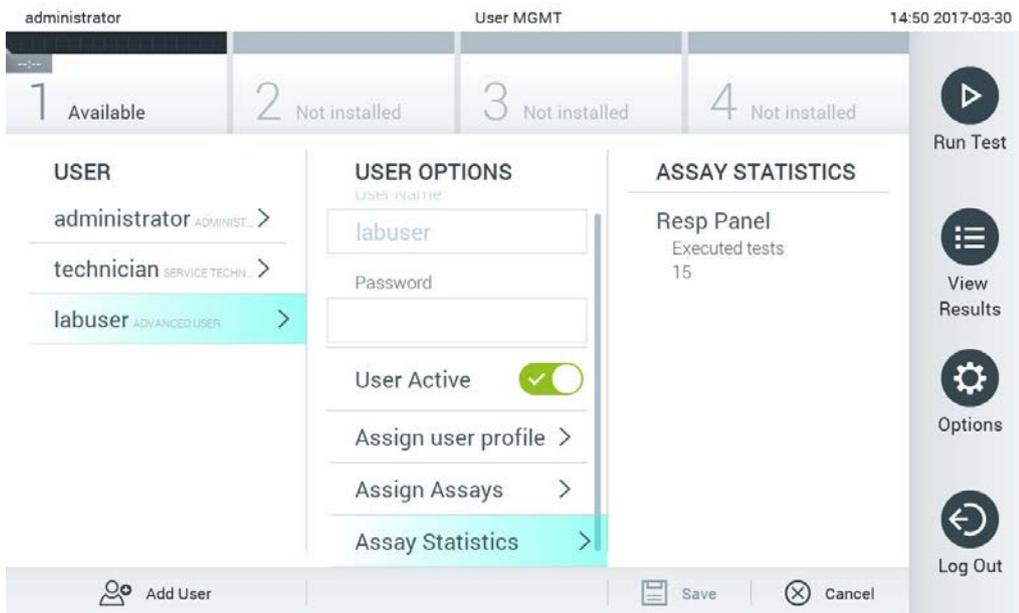

Figure 62. Affichage des statistiques de dosage.
- Assay Statistics (Statistiques de dosage) : Indique le nombre de fois où un dosage a été effectué par l'utilisateur sélectionné (Figure 62).